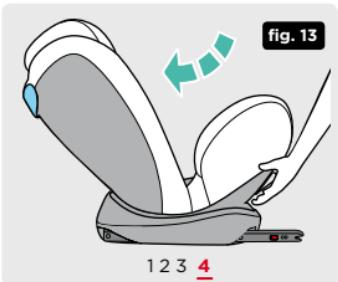

fig. 13
4. Recline a cadeira totalmente. Puxe a alavanca **(15)** para a frente e ajuste e recline a cadeira até à posição 4, sem soltar a alavanca (fig. 13).